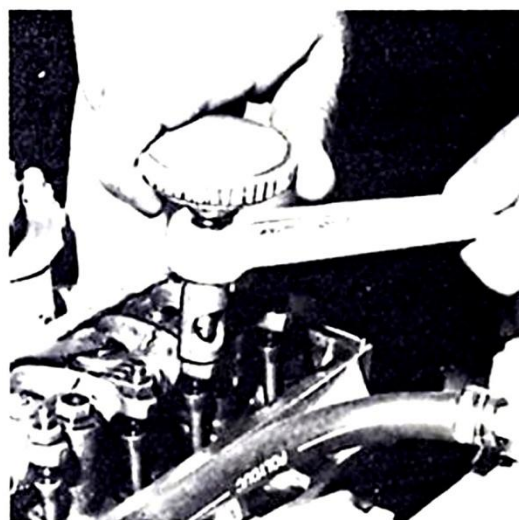

Fig. 7
- Bloquer le contre-écrou à l'aide de l'outillage spécial (Fig. 7)